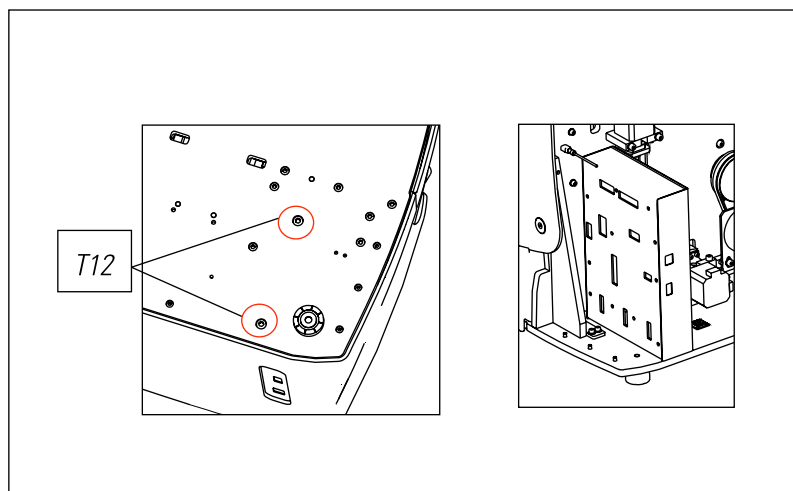

FIG. 29
- 3) Soltar los dos tornillos (T12) con una llave allen de 5. (Fig.29)